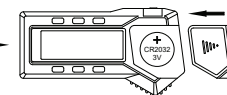

fig. 5
- Inserire la batteria CR2032 nel vano batteria, il lato positivo della batteria (+) deve essere rivolto verso l'esterno (fig. 5).